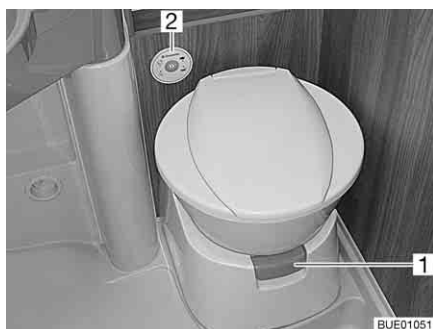
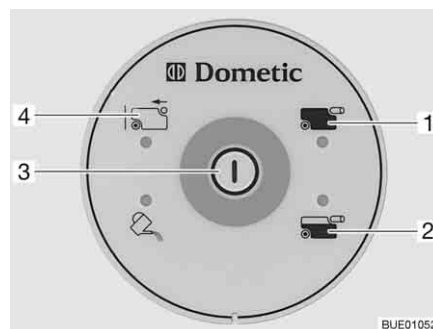

Bild 249 Toilettenschüssel mit Kontroll- und Bedieneinheit
Bild 250 Kontroll- und Bedieneinheit Toilette
Vor der Benutzung der Toilette etwas Wasser in die Toilettenschüssel laufen lassen. Dazu den Spülknopf (Bild 250, 3) an der Kontroll- und Bedieneinheit (Bild 249, 2) drücken.
- Vor dem Spülen den Schieber der Toilette öffnen. Dazu den Schieberhebel (Bild 249, 1) herausziehen.
- Zum Spülen den Spülknopf (Bild 250, 3) drücken.
Die Kontroll-Leuchte (Bild 250, 2) leuchtet, wenn der Fäkalientank zu 3/4 gefüllt ist.
Die Kontroll-Leuchte (Bild 250,1) leuchtet, wenn der Fäkalientank entleert werden muss.
Die Kontroll-Leuchte (Bild 250,4) leuchtet, wenn der Fäkalientank entnommen ist.